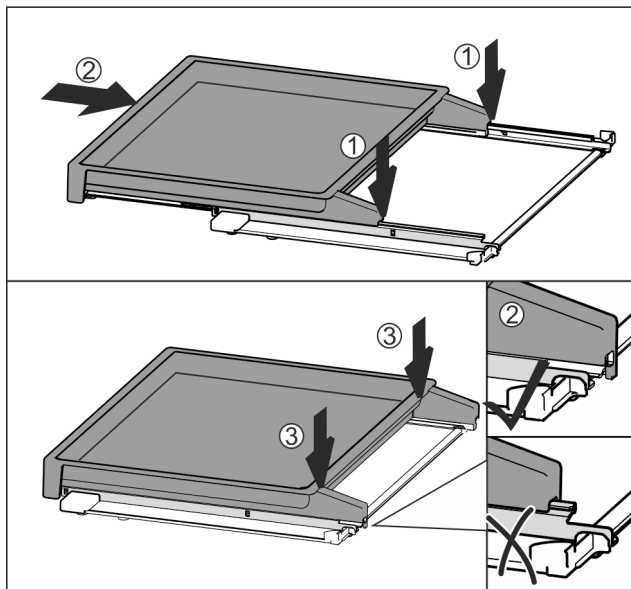

Fig. 97
- ▶ Sett det midt på skinnene Fig. 97 (1).
- ▶ Skyv uttreksbordet helt inn Fig. 97 (2).
- ▶ Trykk på bakre side inntil det hektes hørbart inn Fig. 97 (3).